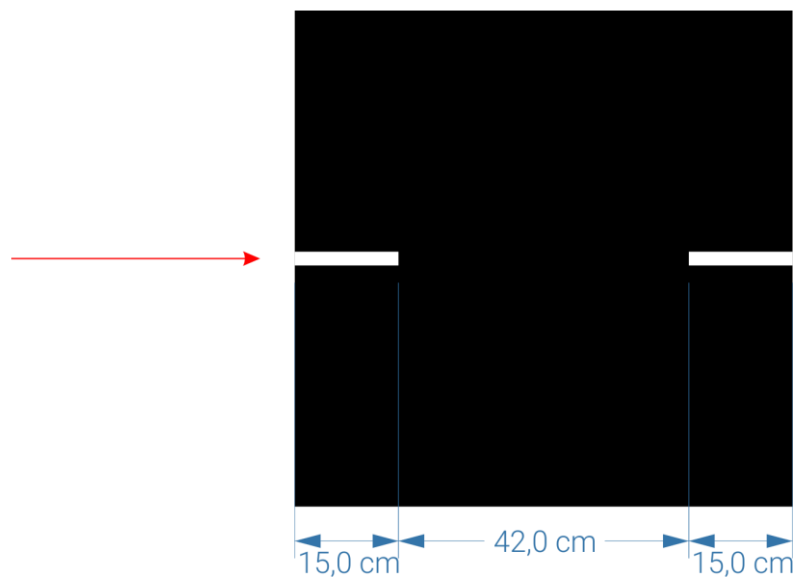

Figura 10. Área de parada.
- VII. A área de parada consiste em um trecho de $42,0 \pm 5,0$ cm sem marcações (Figura 10), limite no qual o robô deverá parar completamente, sem intervenção humana. **Caso o robô não pare no local delimitado, o último trecho será desconsiderado.** Haverá um percurso reto de pelo menos 15,0 cm antes e depois desta área.